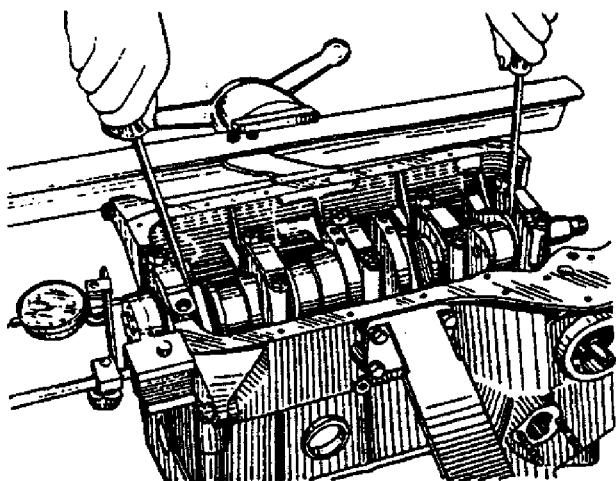

Fig. 2-39. Verificação da folga axial.
- instalar um micrômetro de dial com base magnética e posicionar duas chaves de fenda nos contrapesos da árvore de manivelas, conforme ilustrado na fig. 2-39.